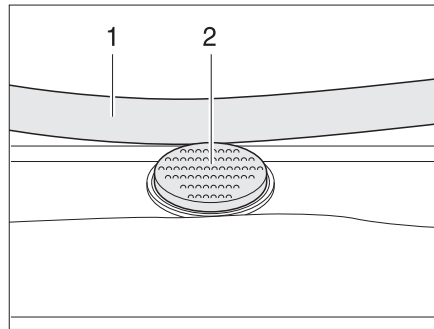

Fig. 85 Bouton de sûreté sur le lanterneau Heki
- Appuyer sur le bouton de sûreté (Fig. 85,2) et tirer l'étrier (Fig. 85,1) vers le bas avec les deux mains.
- Pousser l'étrier vers le haut avec les deux mains jusqu'à ce que ce dernier se trouve au-dessus du bouton de sûreté (Fig. 85,2).